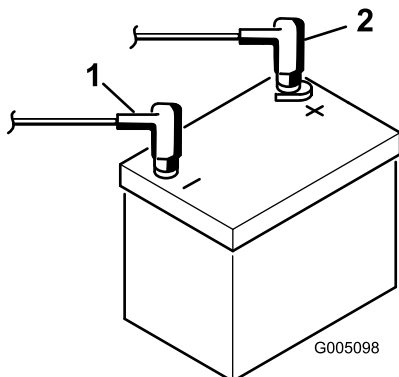

Bild 8
8. Klemmen Sie zuerst das Pluskabel (Rot) am Pluspol (+) der Batterie und dann das Minuskabel (Schwarz) am Minuspol (-) der Batterie an, wobei Sie die Kopfschrauben und Muttern verwenden (Bild 8). Ziehen Sie den Gummischuh über den Pluspol, um Kurzschlüssen vorzubeugen.